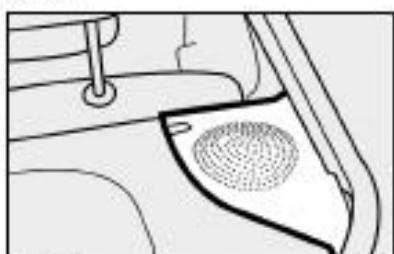

fig. 117
- alto-falantes traseiros coaxiais fig. 117 (Palio), fig. 118 (Siena) e fig. 119 (Palio Weekend).